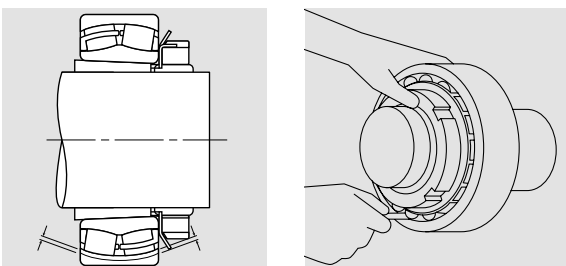

Fig. 2 : Vérification du jeu radial interne, le roulement monté sur l'arbre.
6. Serrer l'écrou jusqu'à ce que le jeu radial interne se réduise, comme indiqué sur le tableau en page 24. Quand le roulement est monté sur l'arbre, la prise de mesure du jeu interne doit être effectuée sous les rouleaux, sur la partie basse du roulement, comme montré sur la **fig. 2**.